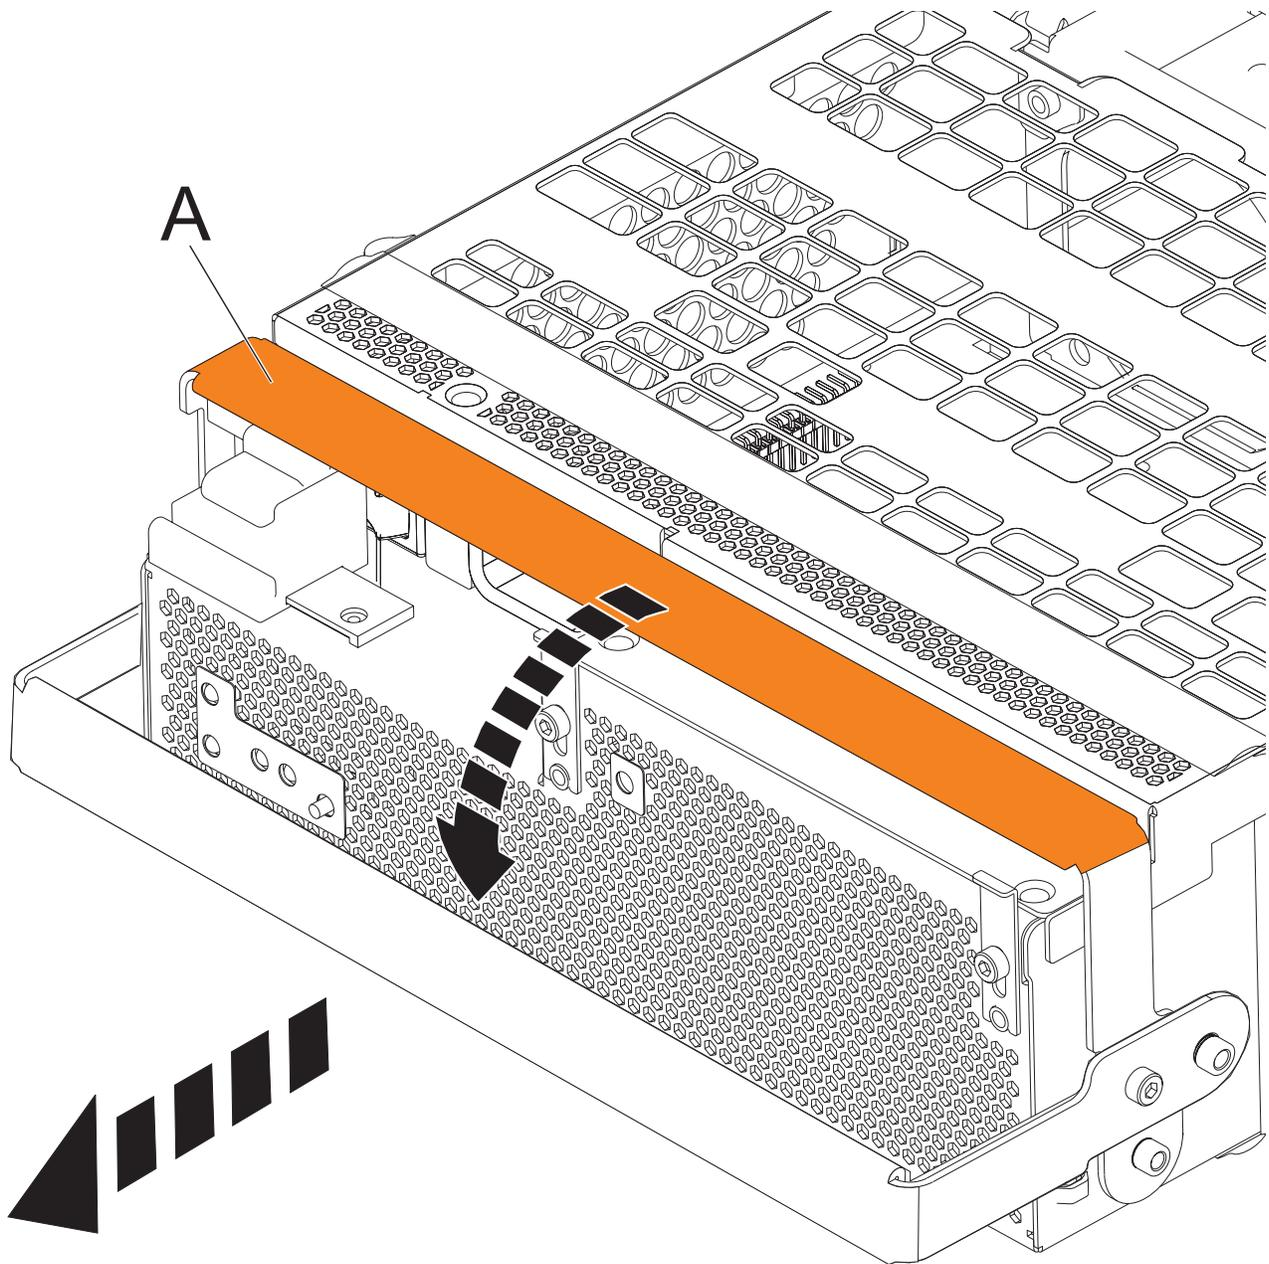

Figura 89. Extracción de los conjuntos de convertidor fuera de línea (OCA)
- a. Tire del asa del OCA (A) completamente hacia abajo hacia la dirección que se muestra, para sacar el OCA de su sitio. Consulte Figura 89 en la página 121.